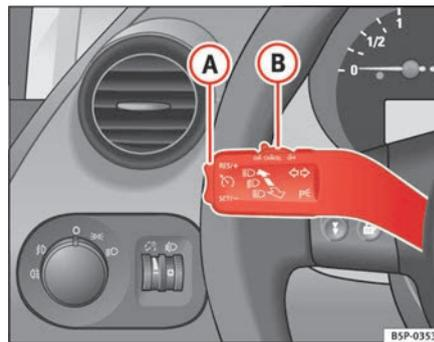

Fig. 146 Levier des clignotants et de l'inverse-codes : commande et touche basculante pour régulateur de vitesse
- Lorsque la vitesse à mémoriser est atteinte, appuyez brièvement sur la partie inférieure **SET/-** de la commande à bascule ⇒ fig. 146 (A) à une seule reprise.